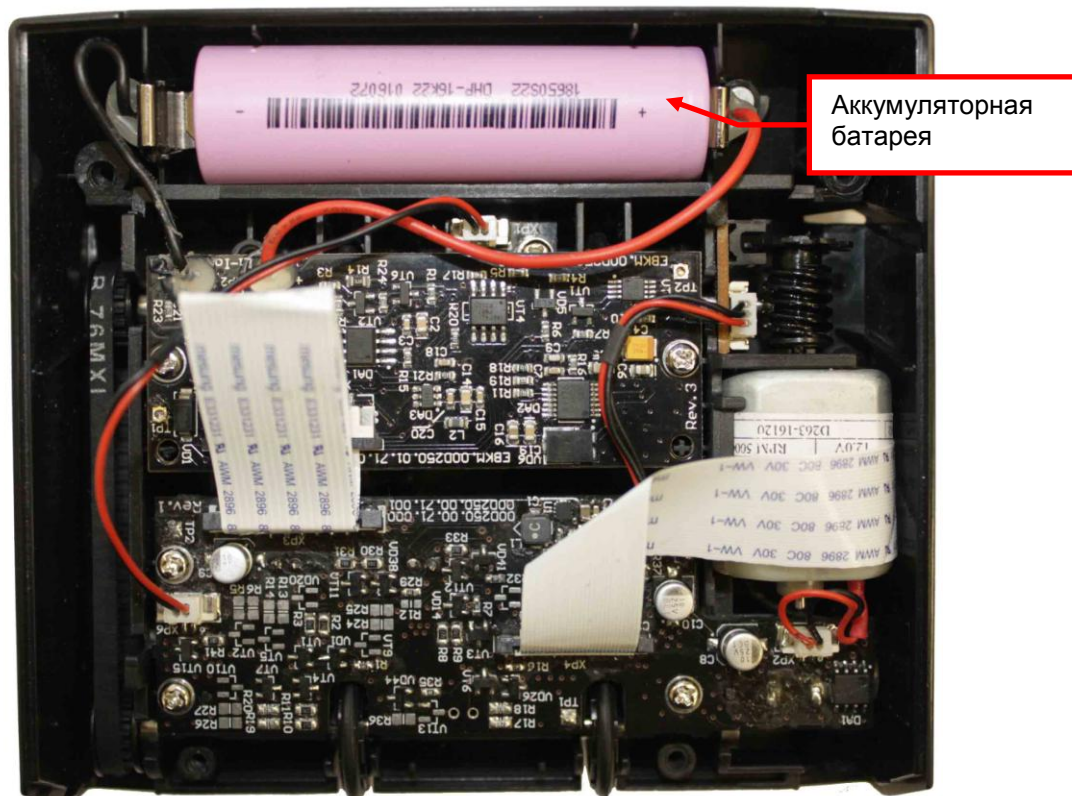

Рисунок 9.5
9.2.2 Снимите аккумуляторную батарею (см. рис.9.5).